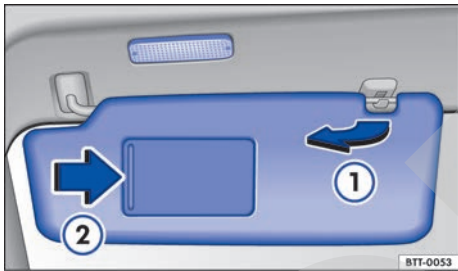

Fig. 68 Parasol.
- Desencajar del soporte y girar en dirección de las puertas ⇒ fig. 68 ①.
En el parasol plegado hacia abajo se puede encontrar un espejo de cortesía detrás de una cubierta. Al abrir la cubierta ⇒ fig. 68 ② se enciende una luz.